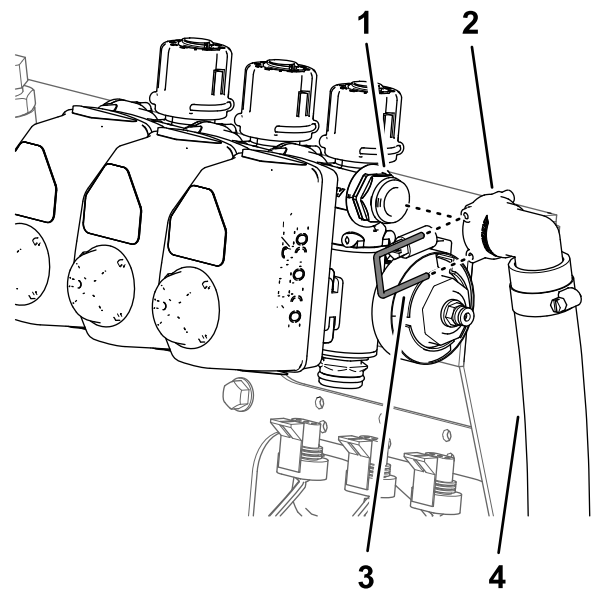

Bild 59
- **Maschinen ohne den optionalen Hand-sprühstab oder die optionale elektrische Schlauchtrommel:** Entfernen Sie den kleinen Halter, mit dem das Schnelltrennanhängerstück des Überlaufschlauchs am Schnelltrennanhängerstück des rechten Abschnittsicherheitsventils befestigt ist (Bild 59).